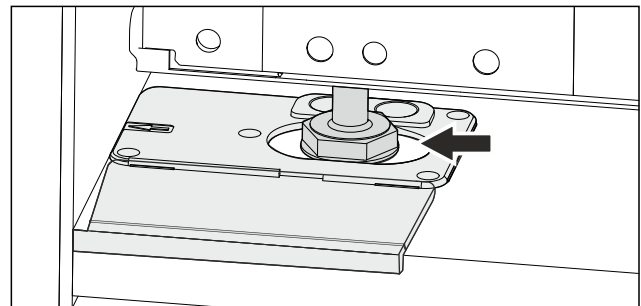

Fig. 51
- Gerät über die Stellfüße ausrichten. Fig. 51 ()